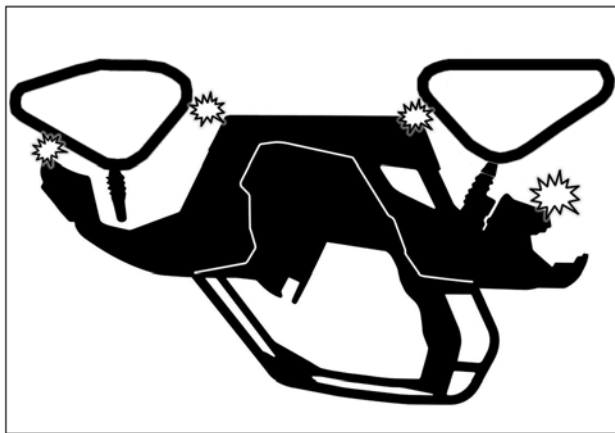

Fig. 32
2. Vérifier s'il y a possibilité de contact entre le système de traction et les coins inférieurs des ailes. Voir la Fig. 32